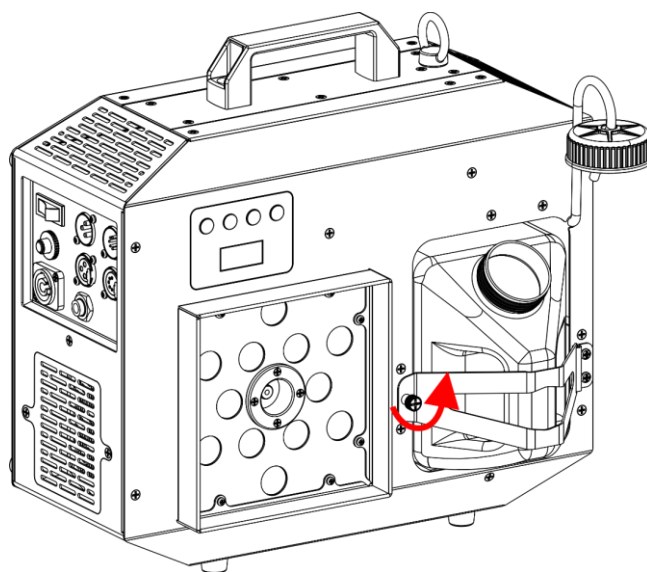

Abb. 07
- 02) Lösen Sie die **Sicherungsschraube für die Tankhalterung (04)**, wie in Abb. 07 gezeigt.